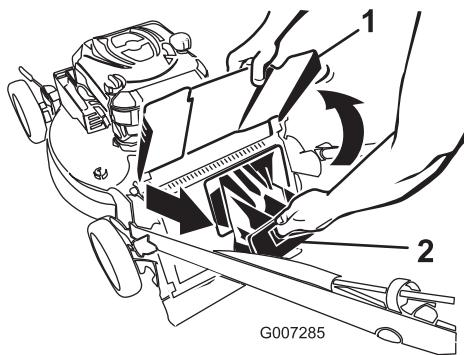

Figure 22
- Soulevez le déflecteur d'éjection et gardez-le dans cette position (Figure 22).
- Retirez l'obturateur d'éjection arrière (Figure 22).